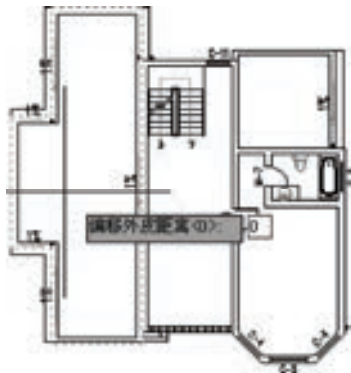

图 13-116 指定距离
2) 按〈Enter〉键，输入偏移外皮的距离为 0，如图 13-116 所示；再次按〈Enter〉